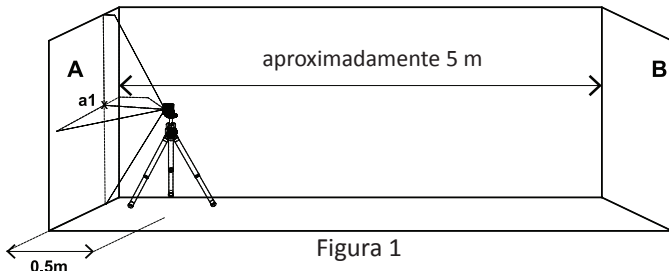

Figura 1
- 4) Marque en la pared el centro de las líneas cruzadas como **a1** (ver la figura 1).